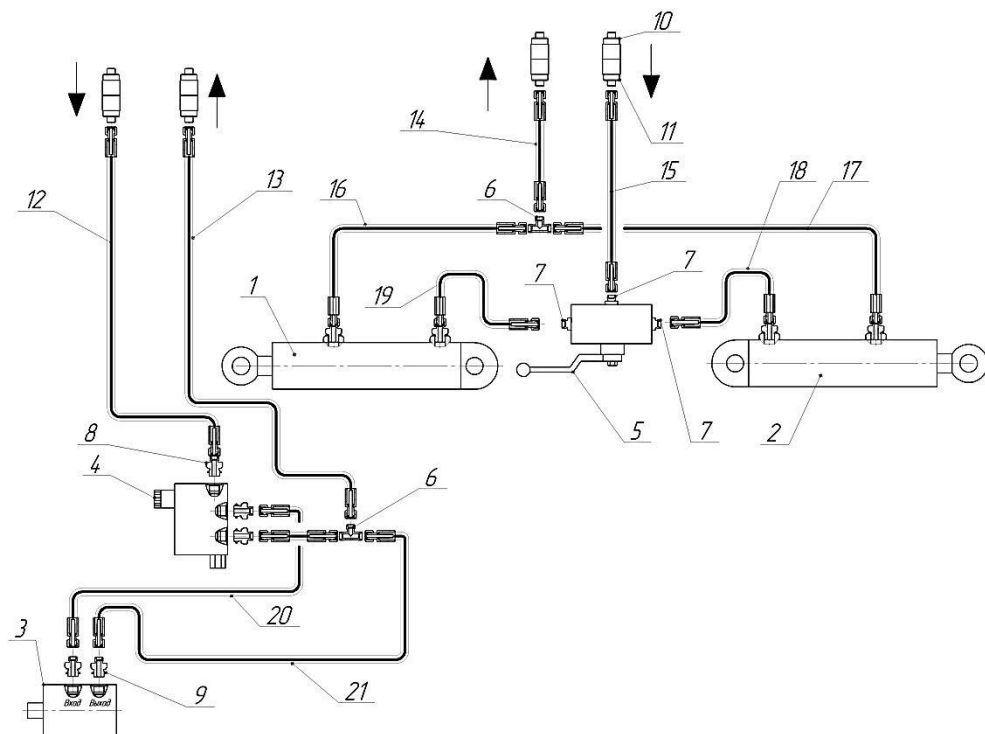

Рисунок 8 – Схема гидросистемы комбайна ККУ-1:
3.8 Гидросистема комбайна (рисунок 8) включает два гидроцилиндра, один из которых осуществляет перевод комбайна из транспортного положения в рабочее; второй – выгрузку накопительного бункера в